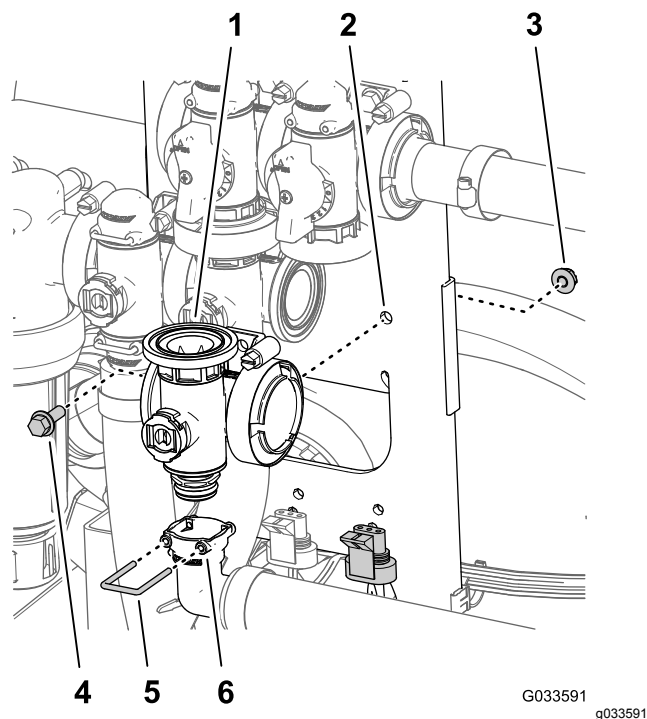

Figure 118
2. Retirez l'étrier qui fixe le raccord de sortie à 90° à l'accouplement du collecteur de la vanne maîtresse (Figure 118).
3. Retirez le boulon à embase (1/4" x 3/4") et le contre-écrou à embase (1/4") qui fixent la vanne maîtresse des rampes au support, puis déposez le collecteur de la machine (Figure 118).